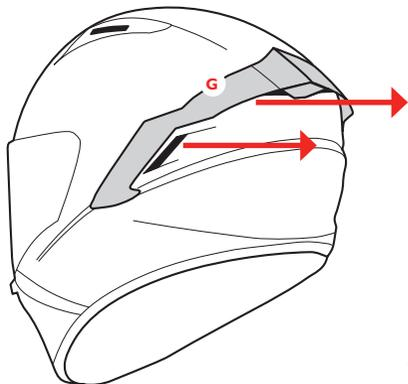

FIGURA 6
**ESTRAZIONE PRESA D'ARIA POSTERIORE — G — Figura 6**